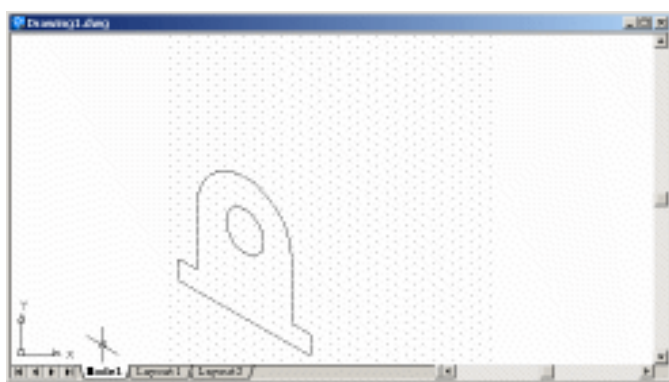

图 5.5 删去多余的线
(4) 用 ERASE 命令和 TRIM 命令删去多余的线, 如图 5.5 所示。